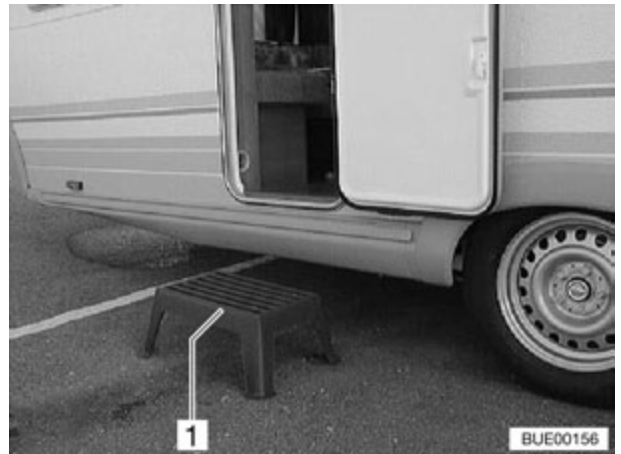

Fig. 9 Marchepied
- ▶ Veiller à ce que le marchepied (Fig. 9,1) repose sur un sol ferme et plan. Ceci évite le marchepied de basculer sur le côté.
- Poser le marchepied (Fig. 9,1) devant l'entrée de la caravane.